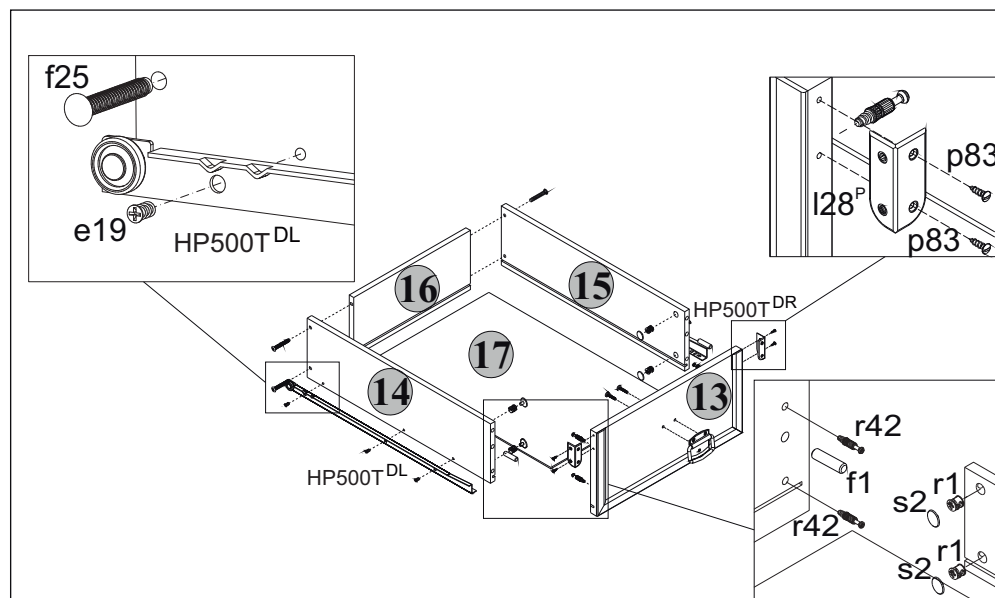

Рис. 3
- 5.31 Положить двери **11** и **12** фасадной поверхностью вниз на ровную поверхность. Закрепить на дверях петли шарнирные **ab16/2**, при помощи шурупов **p51** и втулок **f23**, пользуясь крестообразной отверткой (**см. рис. 3**).
5.22 В отверстия диаметром **8 мм** на передних кромках стенок боковых **14** и **15** корпусов выдвижных ящиков вбить деревянные шканты **f1** (**см.рис.3**).
5.23 В отверстия диаметром **15 мм** на внутренних поверхностях стенок боковых **14** и **15** корпусов выдвижных ящиков вставить стяжки эксцентриковые **r1** (**см.рис.3**).
5.24 В отверстия диаметром **5 мм** на внутренних поверхностях панелей передних **13** ящиков выдвижных с помощью крестообразной отвертки вкрутить винты стяжки **g42** (**см.рис.3**).
5.26 Соединить панели передние **13** с корпусами ящиков выдвижных и затянуть стяжки эксцентриковые **r1**, пользуясь специальным ключом **z1**. Закрепить стяжки эксцентриковые заглушками **s2** (**см.рис.3**).